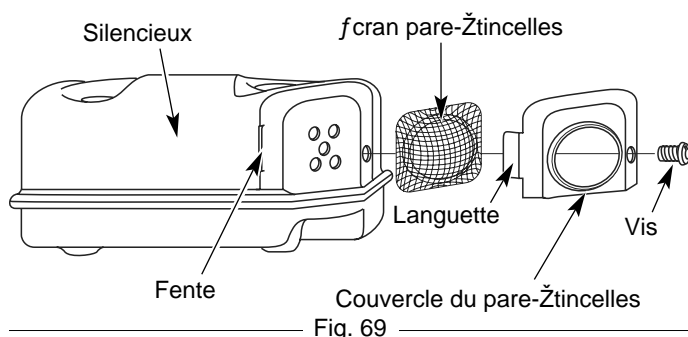

Fig. 69
2. Retirez la vis retenant le couvercle du pare-étincelles au silencieux à l'aide d'un tournevis à lame plate ou à moche no. T-20 Torx (Fig. 69).